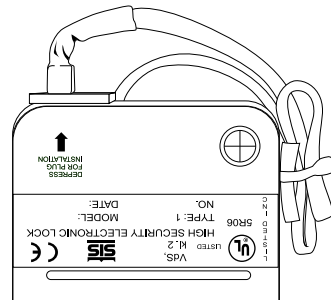

Abbildung 6
3. Befestigen Sie alle Kabel mit Kabelbindern. Stellen Sie dabei sicher, dass sich keine Kabel im Bereich von beweglichen Teilen befinden (Abbildung 6).
5. Schliessen Sie das Kabel von der Eingabeeinheit direkt an den mit "ENT" markierten Anschluss am Schloss an (Abbildung 6).